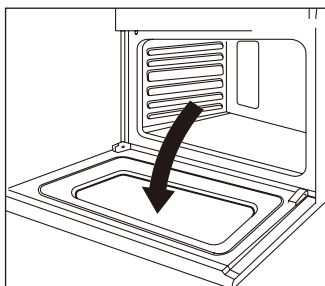

Fig.16
- Ouvrez complètement la porte(Fig.16).